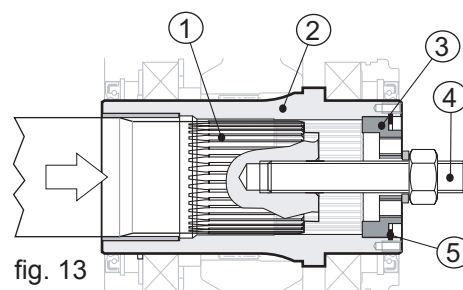

fig. 13
Em seguida, inserir em suas sedes primeiro a placa de retenção (pos. 3) e depois o anel de retenção para partes internas (pos. 5); neste ponto, aparafusando a porca da barra rosqueada, o eixo da máquina é colocado bem apertado (ver fig. 13).